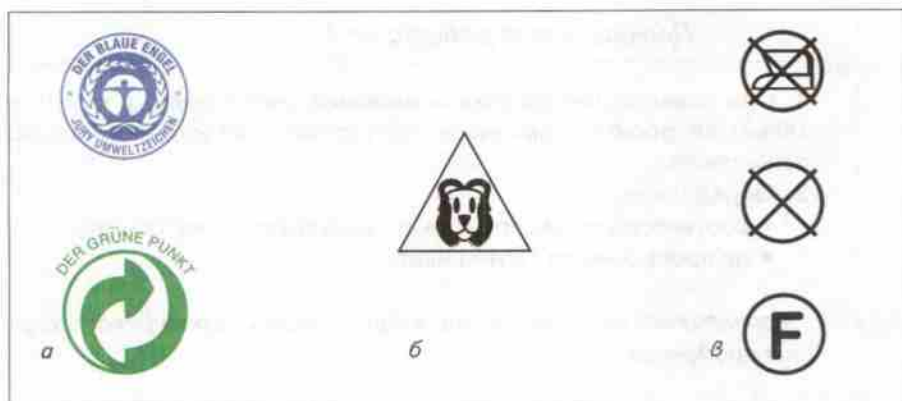

Рис. 2. Торговые знаки: *а* — экологически чистая продукция, *б* — соответствие стандартам, *в* — знаки по уходу за вещами
- удостоверяющими экологическую чистоту продукта (рис. 2, а);
- подтверждающими стандарт качества и безопасность использования (рис. 2, б);
- информирующими о правилах ухода за вещами (рис. 2, в).